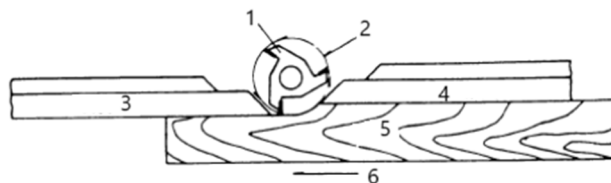

Abbildung 3
3. Der vordere Anschlag sollte so weit vorgeschoben werden, dass er das Werkstück berührt, wie in Abbildung 3 dargestellt. Der hintere Zaun befindet sich dann in einer Linie mit dem Schneidkreis.